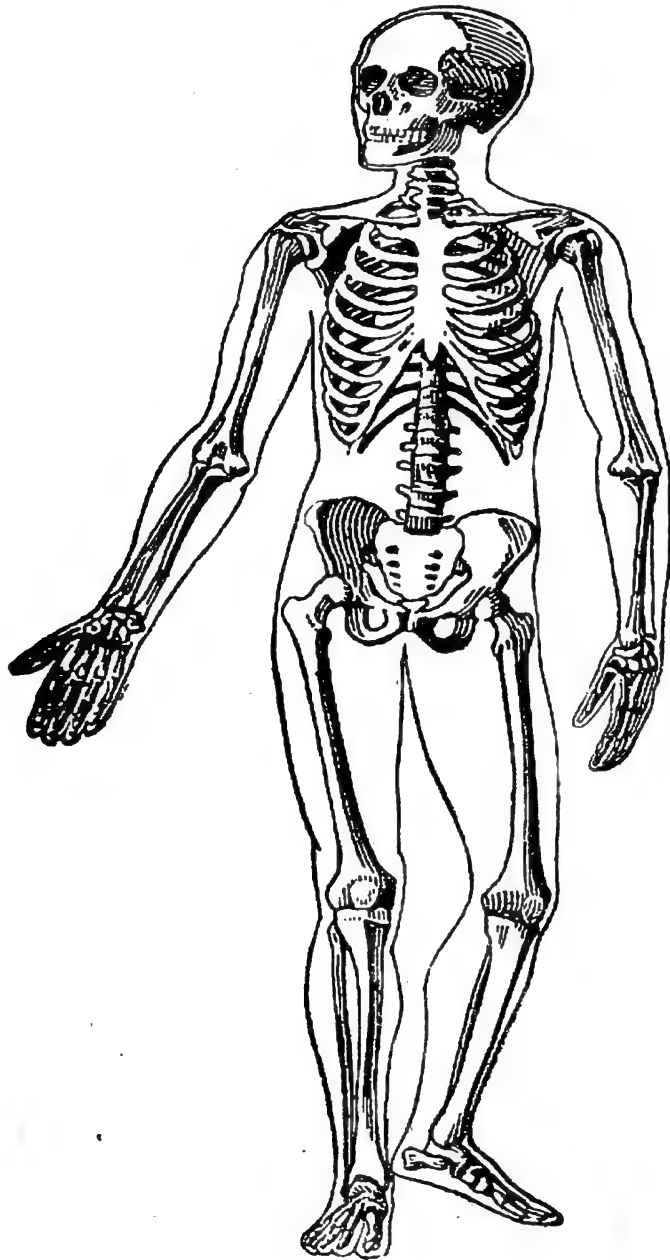

Fig. 6. — Le squelette de l'homme, vu de face.
**5. Comment sont assemblés les os.** — Notre corps, comme celui du bœuf, du mouton, du lapin, etc., est soutenu par de nombreux os, dont l'ensemble forme le *squelette* (fig. 6).
**6. Quelques os de notre corps (fig. 6).** — Notre *tête*, comme celle du lapin, renferme des os étroitement unis les uns aux autres; ils forment : 1° sur le dessus et en arrière de la tête, le *crâne*; 2° en avant, la *face* où, seul, l'os de la mâchoire inférieure est mobile.